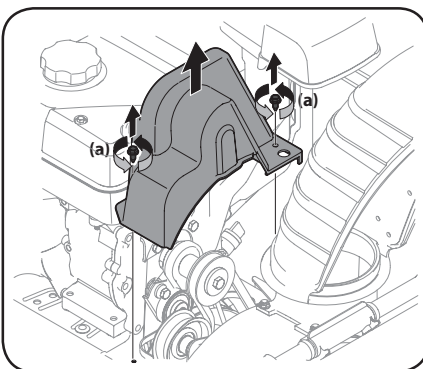

Figura 4-14
2. Saque la cubierta plástica de la correa ubicada que está en el frente del motor. Para ello saque los dos tornillos autorroscantes (a). Consulte la Figura 4-14.